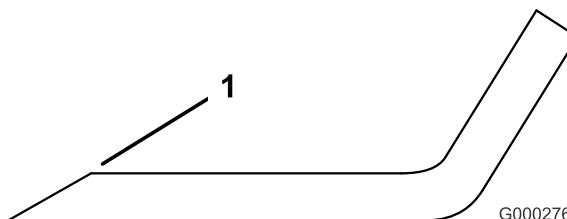

Figura 60
1. Utilice una lima para afilar el filo de corte en ambos extremos de la cuchilla (Figura 60).